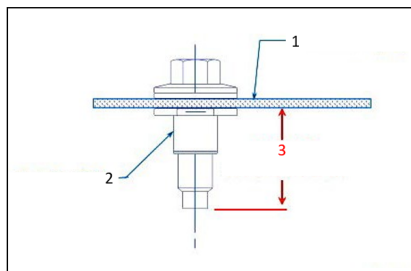

Fig. 1
- Les éléments de fixation (y compris les PlusNut® ou les éléments semblables) ne doivent pas dépasser de plus de 25 mm (1,0") sous le plancher du véhicule (Figure 1).